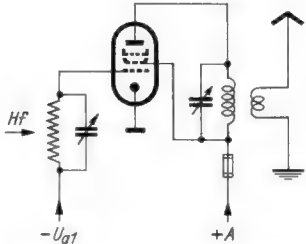

Bild 3. Zusatzsicherung zum Schutz einer Sender-Endstufe
**Bild 3.** In Amateursendern kann der Anodenstrom der im C-Betrieb arbeitenden Endröhre plötzlich ansteigen, wenn durch falsche Abstimmung oder durch Ausbleiben der Gittervorspannung die Röhre